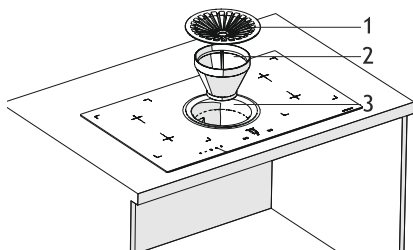

Fig. 17
4. ➡ ■ Lägg nu filtret i behållaren (Fig. 17/2)
■ Lägg sedan på filterlocket ovanpå (Fig. 17/1).